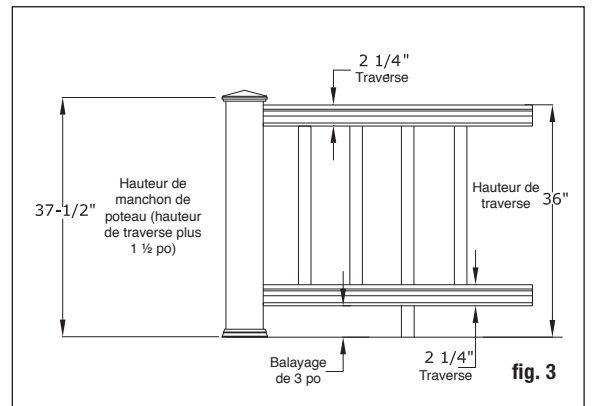

fig. 3
**Étape 5** Taillez les manchons de poteaux à leur longueur. Si vous comptez utiliser un capuchon de poteau, les manchons de poteaux devraient être au moins 1-1/2 po plus longs que la hauteur du garde. (fig. 3). Exemple : Pour un garde-corps de 91 cm (36 po) de haut, découpez le manchon à au moins 95 cm (37 1/2 po) ou plus long si désiré. Glissez un manchon de poteau taillé sur chaque poteau de garde-corps. Utilisez des cales au besoin pour obtenir un ajustement serré. Glissez une garniture de base de poteau sur chaque manchon de poteau.
**Étape 8** Assemblez la traverse de centre inférieure et l'assemblage du bloc de support. Il faut un bloc de support à tous les 61 cm (2 pi) de centre à centre. Vérifiez les exigences du code de la construction pour l'espacement maximum entre la surface de la terrasse et le bas de la traverse (balayage). Un espacement de 8 cm (3 po) est recommandé, mais peut être plus ou moins si les codes le permettent (fig. 3). Taillez les blocs de support à la hauteur voulue et prépercez des trous de 1/8 po aux endroits appropriés. Les trous devraient être centrés sur la traverse de centre pour que les blocs de support s'ajustent correctement. Utilisez les raccords de blocs de support et attachez les blocs de supports sous la traverse de centre.
**Étape 10** Déterminez la longueur des balustres. La figure 3 illustre comment on peut mesurer un garde-corps haut de 91 cm (36 po). On commence avec un balayage de 7,6 cm (3 po) + 5 cm (2 po) pour la traverse inférieure, 74 cm (29 po) de hauteur de balustre + 5 cm (2 po) pour la traverse supérieure = un garde-corps d'une hauteur de 91 cm (36 po). Utilisez des balustres de 74 cm (29 po) pour un garde-corps de 91 cm (36 cm). Utilisez des balustres de 89 cm (35 po) pour un garde-corps de 107 cm (42 cm). Si vous désirez avoir un garde-corps à une hauteur différente, utilisez la figure 3 comme outil de planification pour déterminer la hauteur de coupe des manchons de poteaux et des balustres.
**Étape 8** Déterminez la longueur des balustres. La figure 3 illustre comment on peut mesurer un garde-corps haut de 91 cm (36 po). Utilisez la figure 3 comme outil de planification pour déterminer la hauteur de coupe des manchons de poteau et des balustres. Les balustres devront être coupés avec la scie à onglet pour obtenir l'angle approprié. Poussez d'environ 6 mm (1/4 po) sur le raccord pré-inséré du balustre et découpez les balustres à l'angle et la longueur requise.